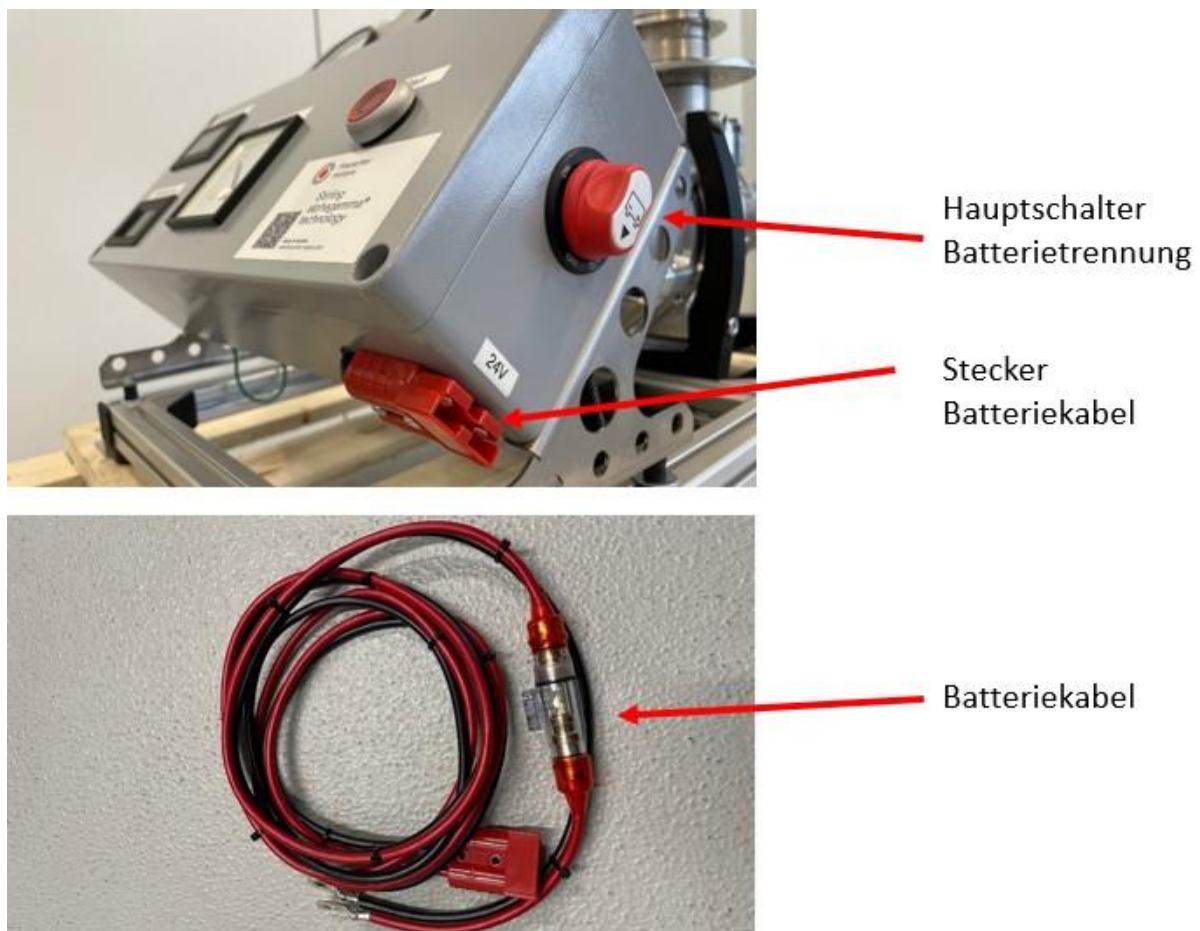

Bild 5: Starter/Gleichrichter Modul mit Batteriekabel
Elektrischer Anschluss (dazu Bild 5):
- Stellen Sie den Hauptschalter auf „AUS“. Das entspricht der Stellung wie in Bild 5 abgebildet.